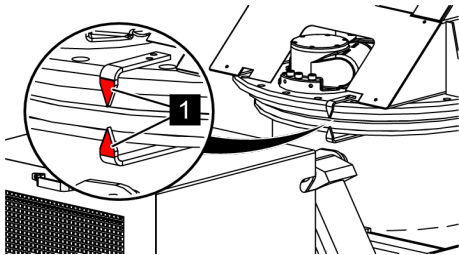

Fig. 95: Flèche rouge
4. ➔ Pivoter la plateforme vers la position de transport (☞ Chapitre 6.8 « Utilisation de la machine » à la page 110), jusqu'à ce que les deux flèches rouges (Voir la Fig. 95/1) coïncident.